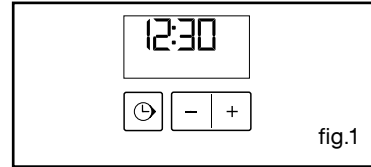

fig.1
Vérifiez que le programmateur affiche l'heure du jour et que celle-ci ne clignote pas. (fig.1).
- Dévissez le hublot (fig.1).
Les éventuelles interventions sur votre appareil doivent être effectuées par un professionnel qualifié dépositaire de la marque. Lors de votre appel, mentionnez la référence complète de votre appareil (modèle, type, numéro de série). Ces renseignements figurent sur la plaque signalétique (Fig.1).